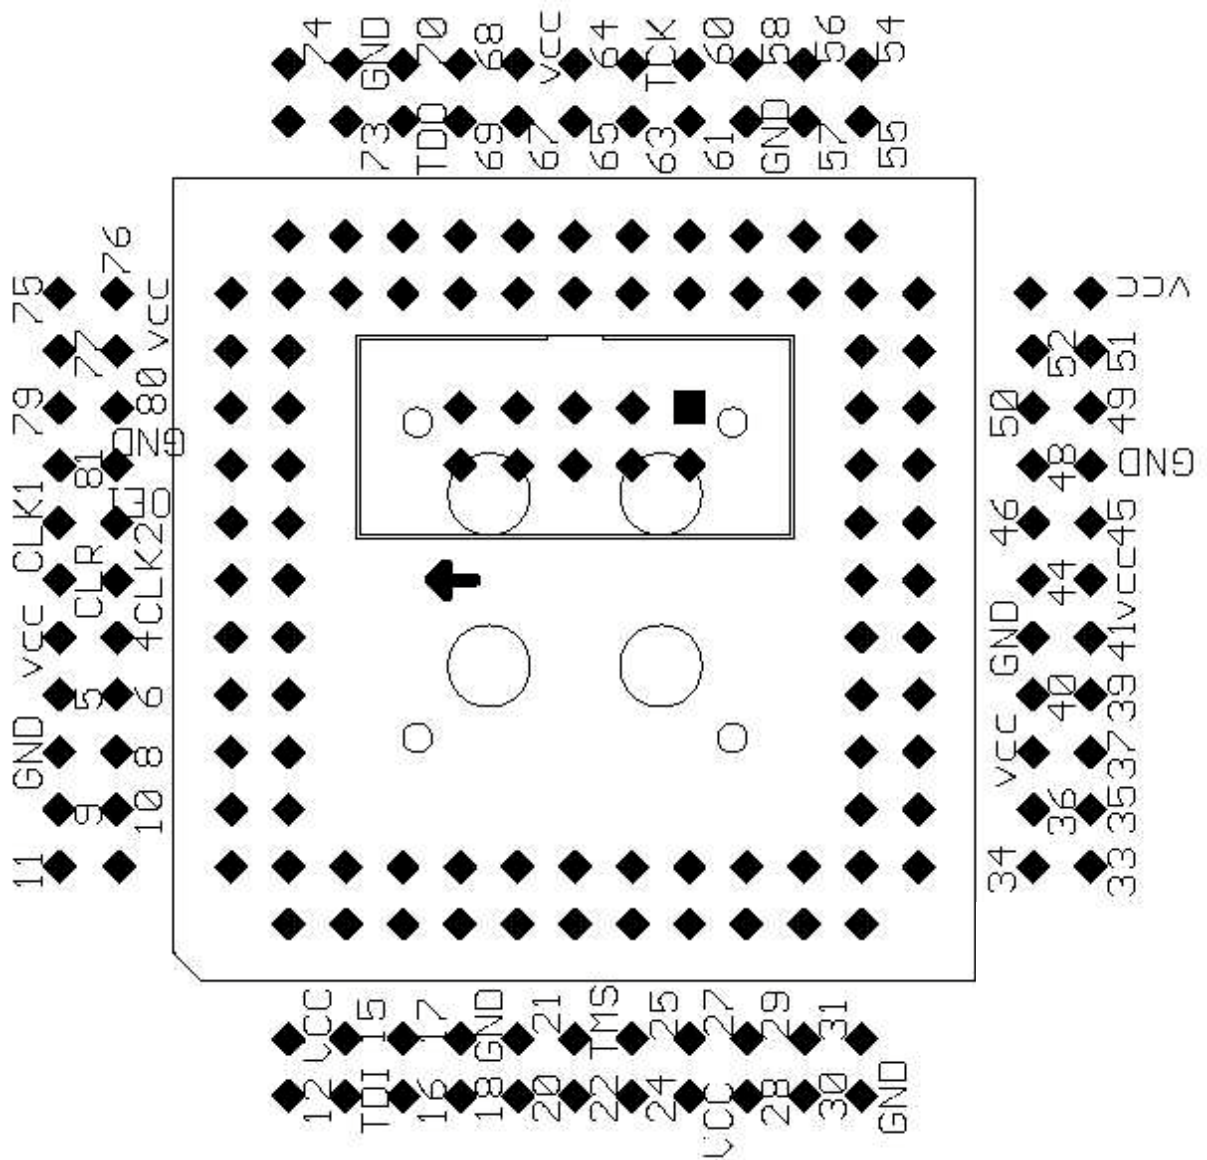

Abbildung 7: Pinbelegung FPGA EPM7128SLC84-15
- Die Zuordnung der Pins ist in Abbildung 7 ersichtlich, wichtig für die korrekte Verdrahtung ist die „Ausrichtung“ des FPGAs (in der Abbildung mit einem Pfeil dargestellt, auf dem FPGA mit einer kleinen Vertiefung oberhalb der Beschriftung).